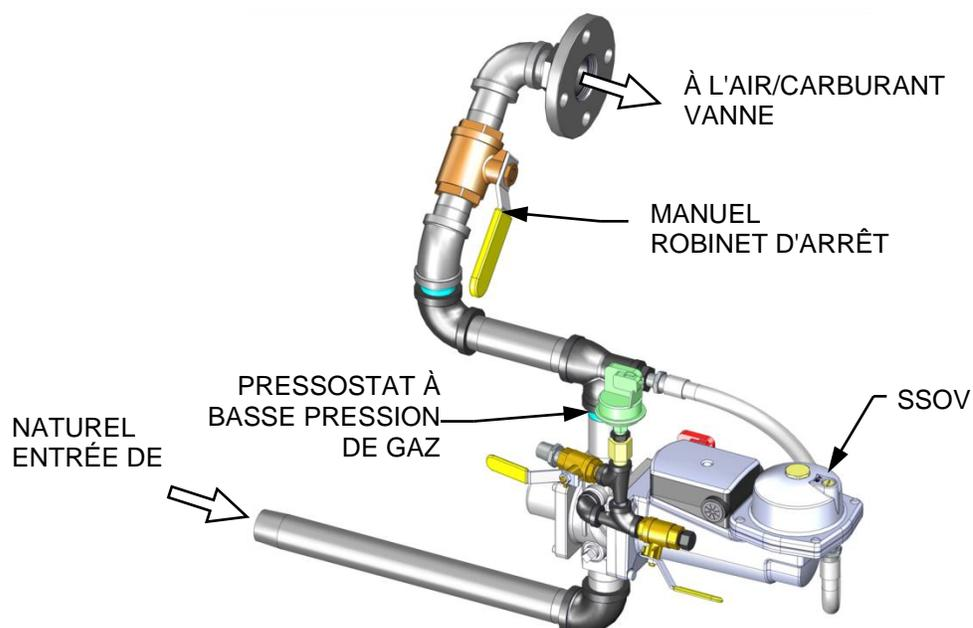

Figure 3-1a : Emplacement des BMK750 et 1000 SSOV (réf. 22322 illustré)
2. L'appareil vérifie les cinq interrupteurs de sécurité de prépurge énumérés au début de cette section. L'écran de séquence d'allumage du contrôleur Edge vous guide à travers les écrans d'allumage et montre (ou met en évidence) quels interrupteurs ne sont pas respectés. Les emplacements de la VSS sont indiqués aux figures 3-1a à 3-1d.